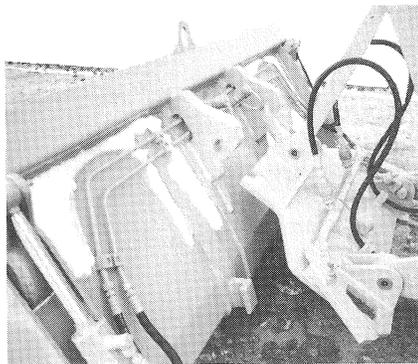

Bild 23
- (1) Schaufelarm in unterste Stellung bringen und Wechselrahmen abkippen (Bild 23).